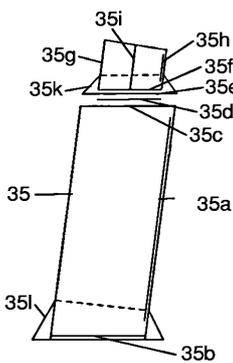

Abbildung 4
Der Zusammenbau des Schornsteins ist aus der Abbildung 4 (für hinteren Schornstein) ersichtlich. Den Schornsteinmantel 34 vorrunden und dann die abgetrennte Lasche 34a wieder ankleben. Schornsteinkappe 34g von innen schwarz färben. 34n sind Relingstücke, die auf den Markierungen des Schornsteindecks (34) und seitlich im Bereich des hinteren Schornsteinmantels befestigt werden. 34o sind Materialkästen, die oben an der Reling auf der Außenseite befestigt werden (keine Markierung).
**Bauteilgruppe 35** (achterer Schornstein, 35 - 35k) auf Bogen 1b, Abbildung 4